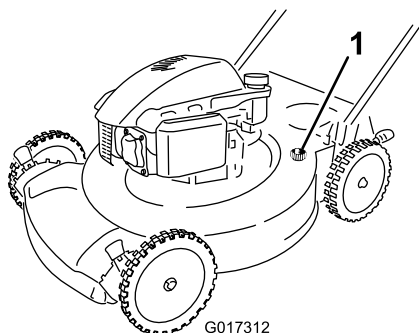

Figura 32
4. Conecte una manguera de jardín que esté conectada a un grifo al orificio de lavado de la carcasa de la máquina (Figura 32).